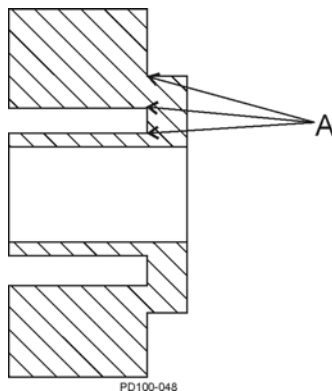

Abbildung 6 - Rotorstresspunkte
- Prüfen Sie die Rotoren gründlich auf verschlissene Passfedernuten, Nabenverschleiß und Belastungsrisse. Verwenden Sie das Farbstoffverfahren zur Erkennung von Ermüdungsrissen an Rotorstresspunkten (Abbildung 6, Pos. A).